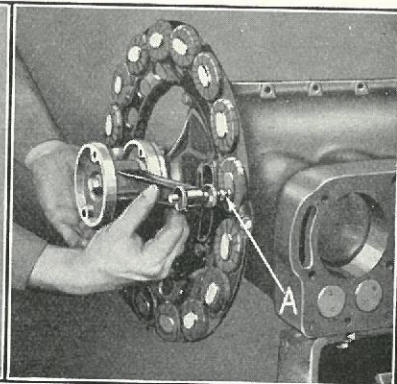

Fig. 211
- 321** Ved Samling af Magnetstøtte og Cylinderblok anbringes Specialmaalet paa Akslen. Afstanden mellem Enden af Maalet og Spolefladen udgør Tykkelsen af Mellemlæggene, som skal indsættes mellem Magnetstøtte og Cylinderblok. Med Mellemlæggene indlagt skal Maalet, naar det bevæges, røre ved Spolefladen og den øverste Halvdel af Magnetstøtten (Fig. 211-A). Afstanden skal være fra 6 til 10 Tusindedel Tomme fra Enden af Maalet til Spolefladen paa Støttens underste Halvdel for at udligne Systemets egen Vægt. Hvis der er Forskel paa Højden af Kærnerne, kan Afstanden reguleres ved at udtage eller indlægge forskellige Mellemlag mellem Magnetstøtte og Cylinderblok. Naar den rigtige Indstilling har fundet Sted, sikres de fire Magnetspolesætskruer ved Laasning med Messingtraad (Fig. 136-C).